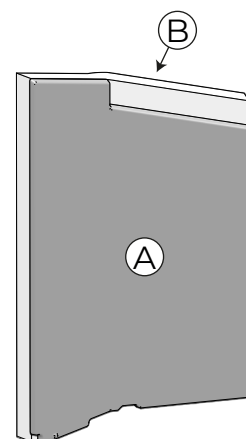

Fig. 7.8
| 3 | Insérer les nouvelles plaques latérales (A) sur les panneaux d'isolation latéraux (B) (Fig 7.8) |